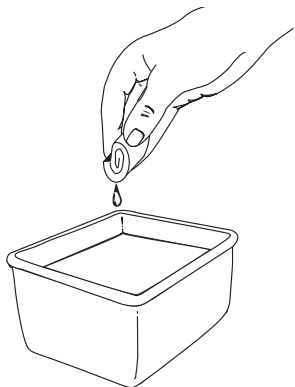

Fig. 62
3. Lavez le filtre dans un mélange d'eau et de détergent (Fig. 62). Rincez le filtre abondamment et laissez-le sécher.